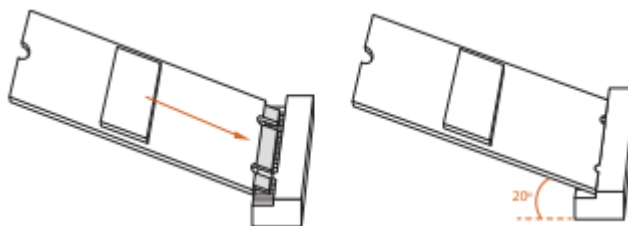

Рисунок 9 - Установка твердотельного накопителя M.2
2. Аккуратно вставьте твердотельный накопитель M.2 под углом 20 градусов (Рисунок 9)